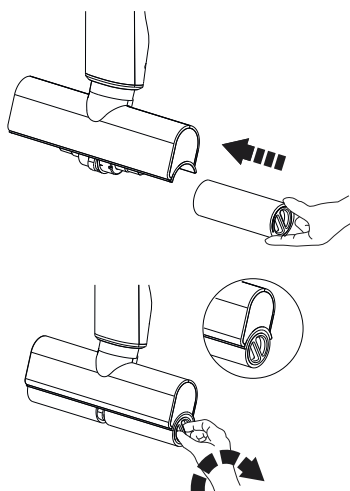

Fig.4
- Coloque el limpiador de suelos duros en la base de limpieza y parking. (I) (Fig.4)